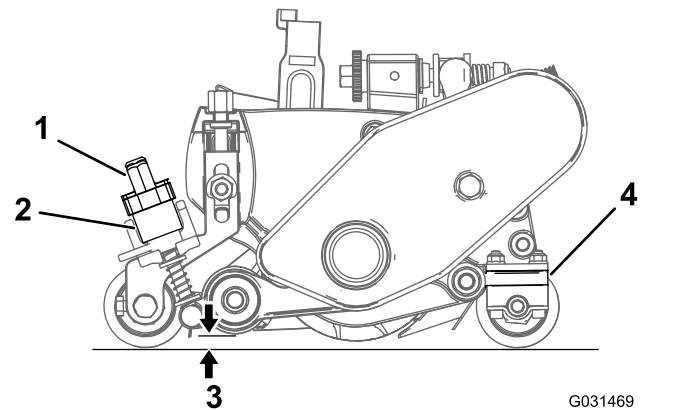

Figura 26
- A. Gire las palancas de elevación rápida (Figura 26) a la posición de FUNCIONAMIENTO (palanca orientada hacia la parte delantera de la unidad de corte).
- B. En el extremo del molinete groomer, mida la distancia entre la punta más baja de la cuchilla del groomer hasta la superficie de trabajo (Figura 26). Gire el pomo del regulador de altura (Figura 26) para elevar